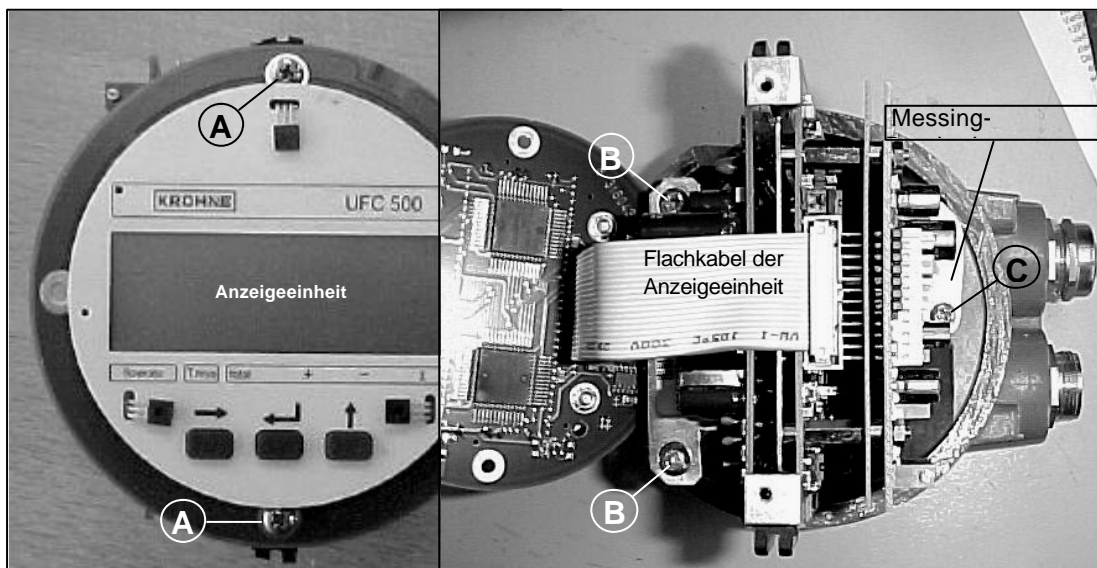

Abbildung 5: Anzeigeeinheit (links) / Elektronikeinheit nach dem Entfernen der Anzeigeeinheit (rechts).
- ◆ Der Messing-Bänderder an der Rückseite der Elektronikeinheit **muss** mit Hilfe der Schraube **C** fest mit dem Gehäuse (Rückseite des Elektronikraums) verschraubt werden (siehe Abbildung 5 unten). Die Elektronikeinheit wird mit Hilfe der beiden Schrauben **B** im Elektronikraum befestigt. Um an die Schrauben **B** und **C** heranzukommen, müssen die Schrauben der Anzeigeeinheit **A** und die Einheit selber entfernt werden.
2. Drehen Sie die beiden Schrauben **A** (siehe Abb. 5 in Kap. 4.1) aus der Anzeigeeinheit heraus und drehen Sie die Einheit vorsichtig zur Seite. Alternativ können Sie auch das Flachkabel lösen und die Einheit komplett herausnehmen.
2. Drehen Sie die beiden Schrauben **A** (siehe Abb. 5 in Kap. 4.1) aus der Anzeigeeinheit heraus und drehen Sie die Einheit vorsichtig zur Seite.
2. Drehen Sie die beiden Schrauben **A** (siehe Abb. 5 in Kap. 4.1) aus der Anzeigeeinheit heraus und lösen Sie das Flachkabel (siehe rechtes Bild in Abb. 5 auf der vorherigen Seite).